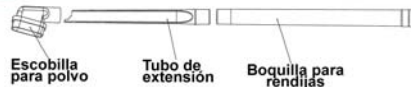

Fig. 8
2. La boquilla para rendijas y la escobilla para polvo entran en los tubos de extensión y en la manguera. La escobilla también entra en el extremo de la boquilla para polvo. (Fig. 8)